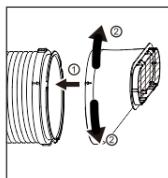

Abb. 2
- 2) Verbinden Sie auf die gleiche Weise den Schlauchausgang und den Schlauch (Abb. 2)